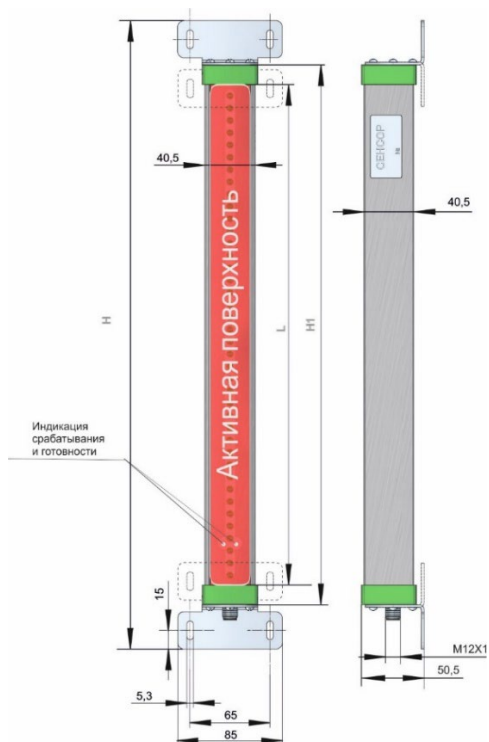

Рисунок 1 - Внешний вид и габаритные размеры барьеров
3.1 Защитные барьеры относятся к оптическим бесконтактным выключателям типа Т (приём прямого луча от излучателя). Защитный барьер состоит из многолучевого источника инфракрасного излучения и приёмника, имеющих однотипные металлические корпуса. Длина корпуса зависит от высоты контролируемой зоны L. На крышку корпуса выведен разъём для подключения кабеля. Внешний вид и габаритные размеры приемника приведены на рис. 1.